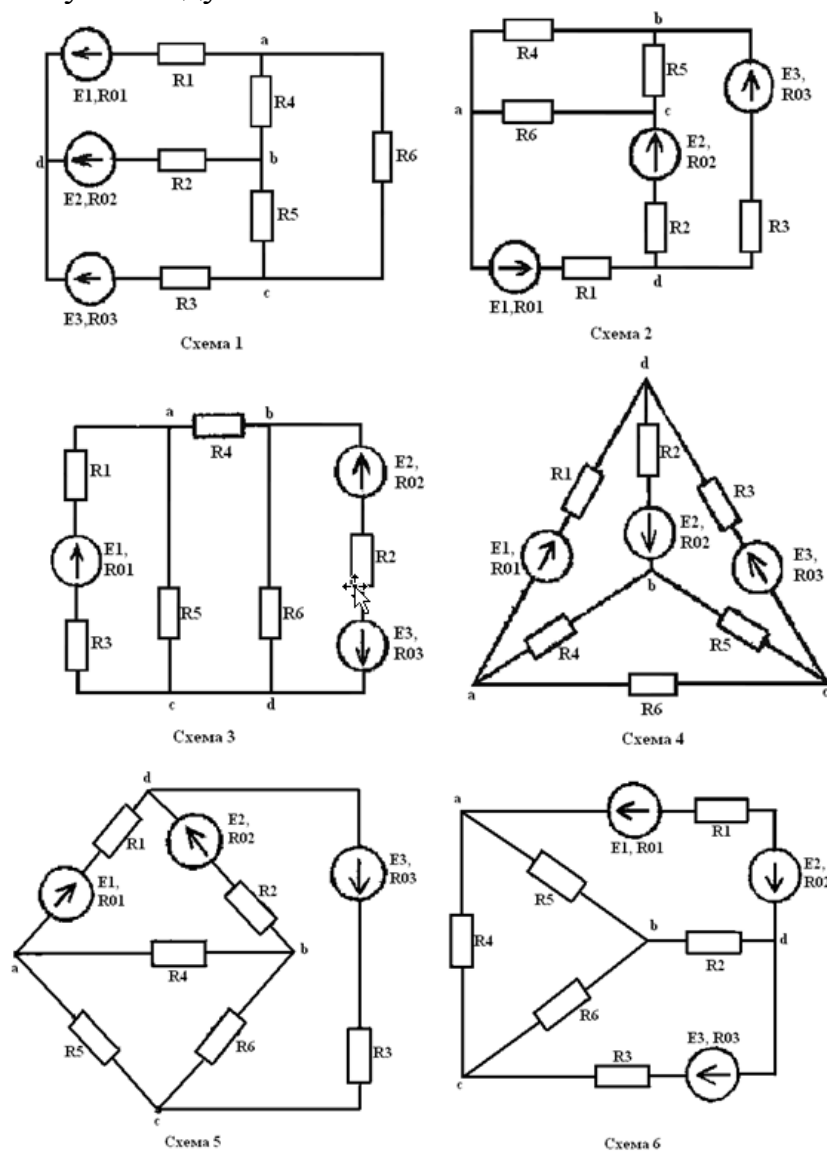

Рис.4.9
**ЗАДАЧА 4.10.** Расчитать линейную цепь (рис.4.9) постоянного тока методом двух законов Кирхгофа и предварительным преобразованием треугольника резисторов в эквивалентную звезду.